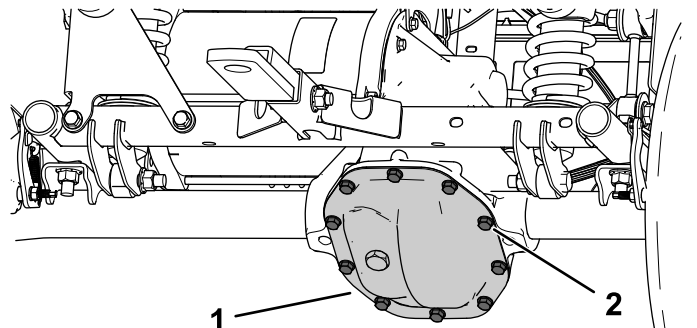

Figura 52
1. Coloque un recipiente de vaciado debajo de la cubierta del transeje (Figura 52).
2. Retire los pernos de la cubierta del transeje y vacíe el fluido completamente (Figura 52).